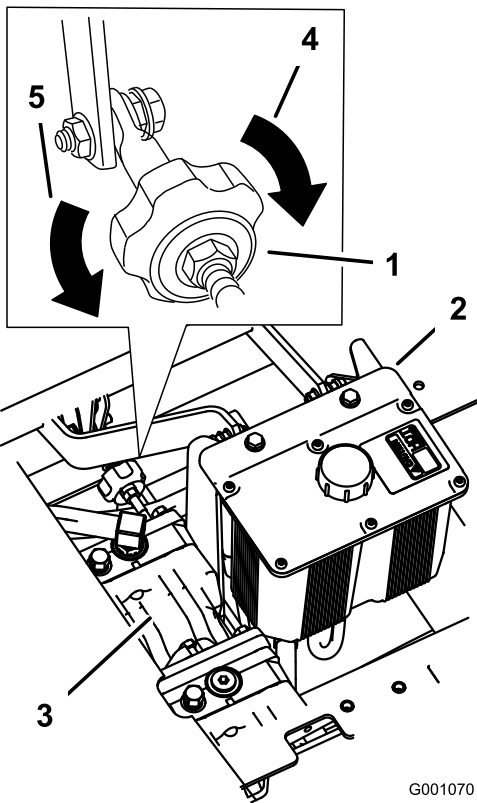

Figure 54
4. Pour que la machine tire à droite, tournez le bouton vers la droite de la machine. Voir Figure 54.
5. Pour que la machine tire à gauche, tournez le bouton vers la gauche de la machine. Voir Figure 54.